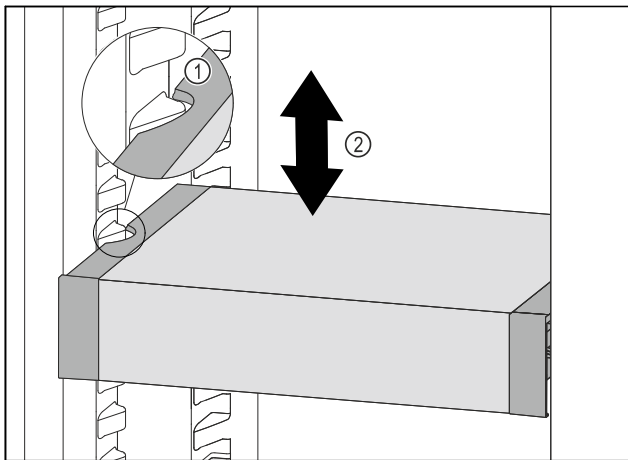

Fig. 94
- ▶ VarioSafe nach vorne ziehen, bis sich die seitlichen Aussparungen des VarioSafes auf Höhe der Behälterrippe im Kühlteil befinden. Fig. 94 (1)
- ▶ VarioSafe im Kühlteil nach oben oder unten bewegen, bis gewünschte Höhe erreicht ist. Fig. 94 (2)